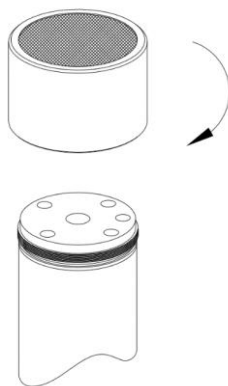

图 17 金属过滤器安装图
- 安装 GL-1 金属过滤器：将过滤器放在探头顶端并顺时针旋紧即可。拆卸时反方向旋下即可。如果您担心过滤器被旋下时被卡死，可以在内螺纹表面涂覆一层耐热涂层（NEVER SEIZE NICKEL SPECIAL）。请参阅图 17。